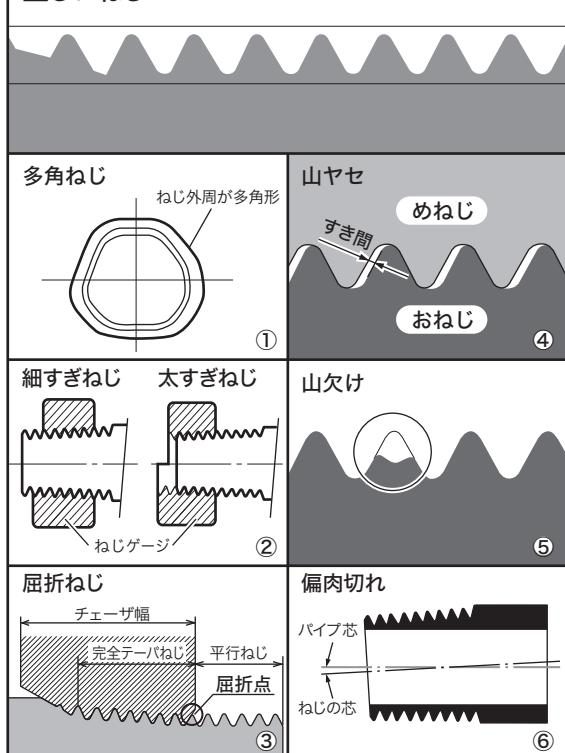

図46
■悪いねじについて(図46)
①多角ねじ(図46-①)
②ねじ径の細すぎ、太すぎ(図46-②)
③屈折ねじ(手動切上ダイヘッドの場合)(図46-③)
④切られたねじの山ヤセ(図46-④)
⑤切られたねじの山欠け(図46-⑤)
⑥パイプに対してのねじの偏肉切れ(図46-⑥)